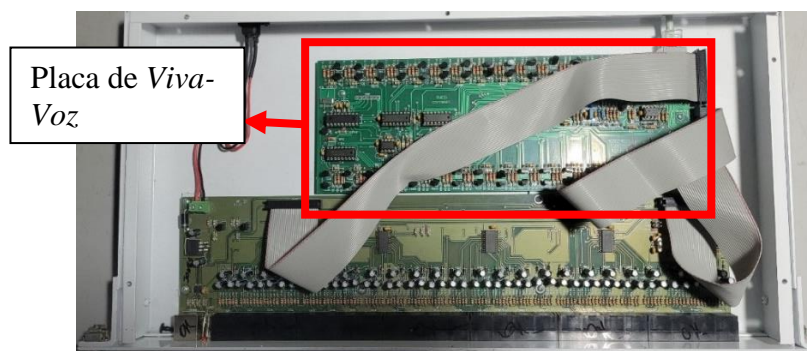
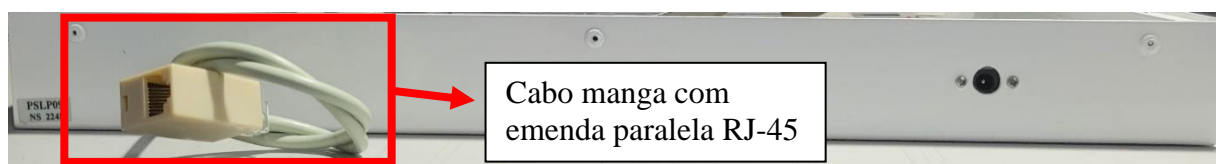

Figura 23 – Vista superior do gabinete aberto com placa de Viva-Voz
Figura 24 – Vista traseira do gabinete com placa de Viva-Voz
- f. **Instalando o Sinalizador de Porta (SP):** localize o conjunto do Sinalizador de Porta (composto pela placa de circuito, pela tampa cega 4x2", pelo suporte da tampa e pelo refletor de acrílico) que acompanha o Sistema de Chamada de Enfermagem. De posse das anotações feitas na execução do item "b." acima, use uma chave de fenda 1/8"x3" para conectar ao borne rotulado com "SP" às três vias do cabo de pares trançados que vem do SP. Observe a correspondência entre os pinos do borne **CN6** (na placa da UC) e CN1 (na placa do sinalizador de porta): o **pino 1** do SP deve ser ligado ao **pino 1** do CN1; o **pino 2** do SP deve ser ligado ao **pino 2** do CN1 e o **pino 3** do SP deve ser ligado ao **pino 3** do CN1.
- g. **Instalando Painel Concentrador com Viva-Voz:** Caso o sistema adquirido tenha sido o sistema com Viva-Voz, haverá uma placa adicional de Viva-Voz – Figura 23, já fixada ao gabinete e terá um furo adicional na parte traseira do gabinete para saída de um cabo do tipo manga – Figura 24. Esse cabo manga será conectado a uma emenda paralela para cabo **RJ-45** que deverá ser ligado a um cabo de rede de par trançado de 8 vias que irá conectar ao interfone instalado no posto de enfermagem.]